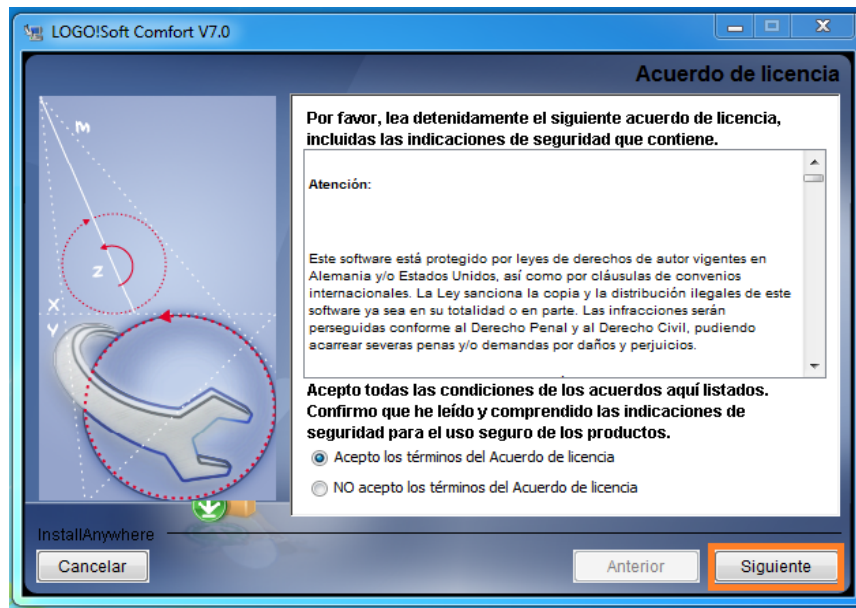

Figura 44: Aceptación de los términos del acuerdo de licencia.
3. Leer las condiciones de acuerdo de licencia y clic en la opción acepto los términos de acuerdo de licencia Figura 44.